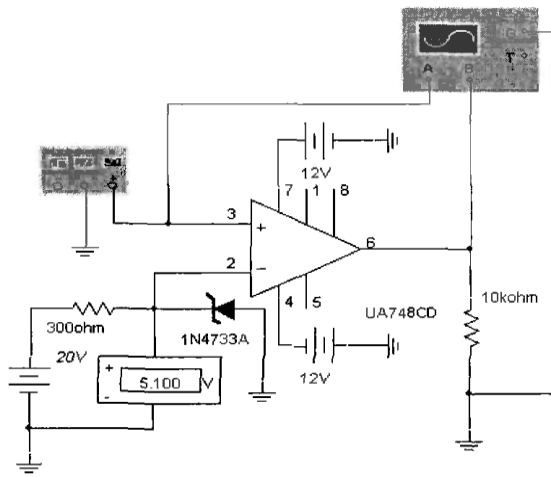

Рисунок 13
1. Смоделируйте схему компаратора, изображенную на рис. 13. Включите схему.